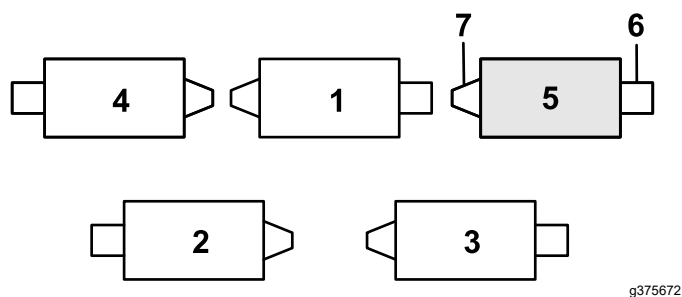

図 11
1. 補正スプリングのロッドの後穴にヘアピンが取り付けられている場合は、ヘアピンを外してブラケットの隣にある穴に移す 図 11。